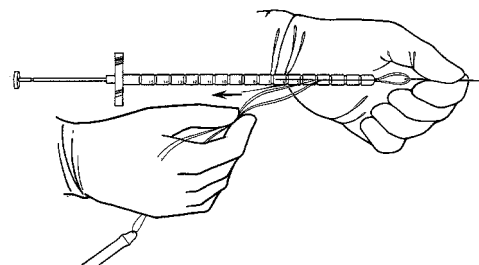

Figure 4-13. Chargement de l'aiguille de Keith
4. Chargez l'extrémité émoussée de cette aiguille dans le guide d'insertion de Furlow (**figure 4-13**) et faites passer le fil dans la fente du guide.